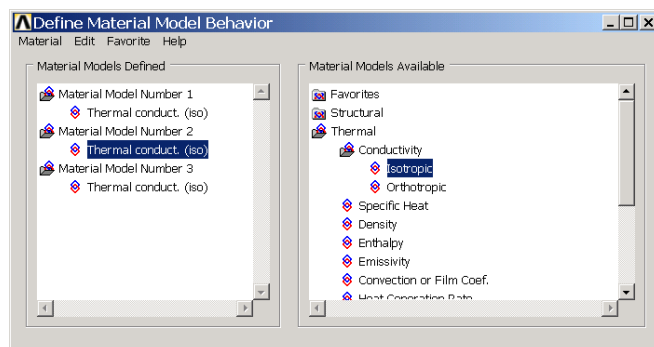

图11.7 定义好的导热系数
(6) 重复步骤 (4) 和 (5) 分别定义玻璃纤维和铝的导热系数为 **【0.082】** 和 **【117.4】**，如图 11.7 所示。